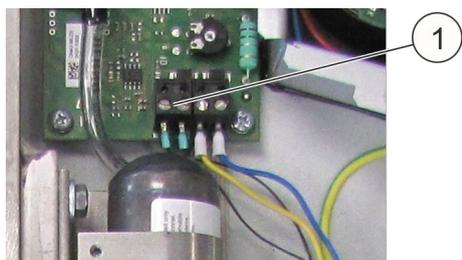

Fig. 87 : Raccord contrôle des pertes
- 13.** Dévisser le raccord électrique (Fig. 87 /1) de la surveillance des pertes.